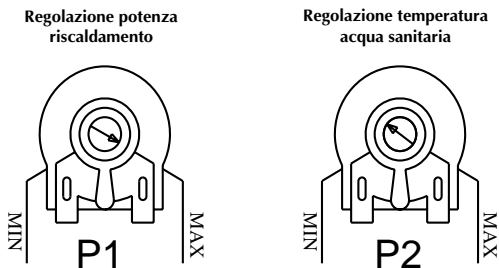

Fig. 14
Le regolazioni sopra descritte servono a determinare l'escursione meccanica, fra un minimo ed un massimo, del pistoncino del modulatore "Modureg". Sono possibili altre regolazioni elettriche, (pressione e temperatura) qui di seguito descritte, utilizzando le due viti di regolazione «P1», «P2», poste all'interno della scatola dei comandi (fig. 14).
5.05 Regolazione della potenza massima per l'impianto (fig. 14)
5.06 Regolazione della temperatura dell'acqua sanitaria (fig. 14)